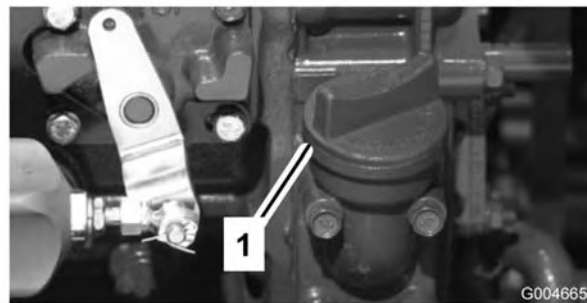

Bild 6
4. Wenn der Ölstand unter der Voll-Marke liegt, nehmen Sie den Fülldeckel ab (Bild 6) und gießen Sie genug Öl ein, um den Ölstand bis zur Voll-Marke anzuheben. **Füllen Sie nicht zu viel ein.**